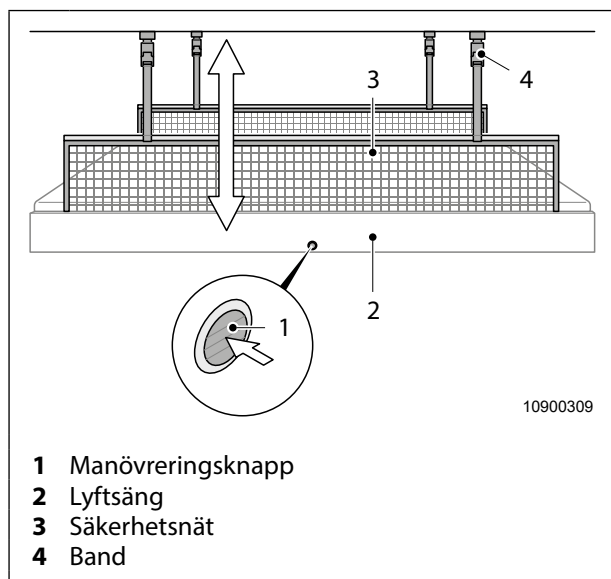

Bild 35 Lyftsäng
1. Lyft upp lyftsängen en aning och tryck på manöverknappen (Bild 35, pos. 1).
2. Håll manöverknappen (Bild 35, pos. 1) intryckt och dra ned lyftsängen.
3. Släpp manöverknappen (Bild 35, pos. 1) vid önskad position. Lyftsängen hakar fast vid nästa spärr.
4. Säkra säkerhetsnätet (Bild 35, pos. 3) med remmarna (Bild 35, pos. 4) upptill.
5. Säkra det andra säkerhetsnätet (Bild 35, pos. 3) med remmarna (Bild 35, pos. 4) upptill med öppen bakdörr.